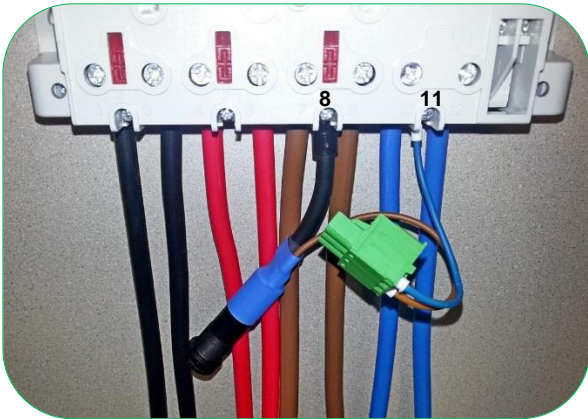

Bild 34: Angeschlossenes Netzkabel mit integrierter Sicherung
- Schließen Sie das Netzkabel mit integrierter Sicherung auf einem der Hilfsklemmen (Klemmen 2, 5 oder 8) und neutral (Klemme 11). (Siehe Bild 34.)